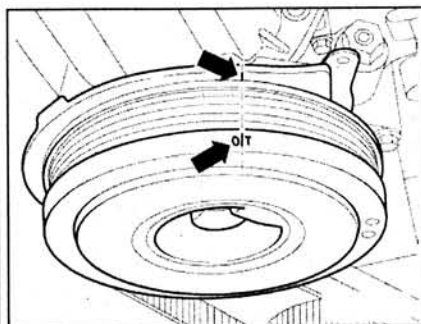

Рис. 1.132. Совместите метки на шкиве (демпфере) и нижней части кожуха ГРМ (стрелки).
5. Совместите метки на шкиве (демпфере) и нижней части кожуха ГРМ (стрелки) (рис. 1.132).
8. Проверьте совпадение меток на шестерне и корпусе топливного насоса (**стрелки**) (рис. 1.132).